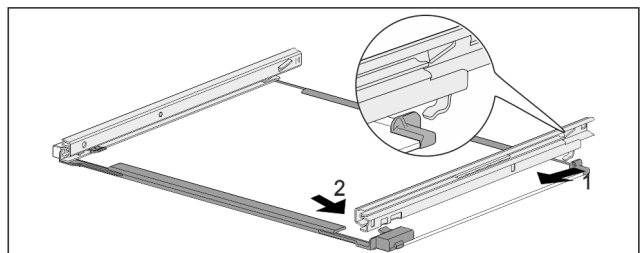

Fig. 175 Placa de sticlă cu șine
- ▶ Agățați șina în partea din spate. Fig. 175 (1)
- ▶ Înclichetați șina în partea din față. Fig. 175 (2)